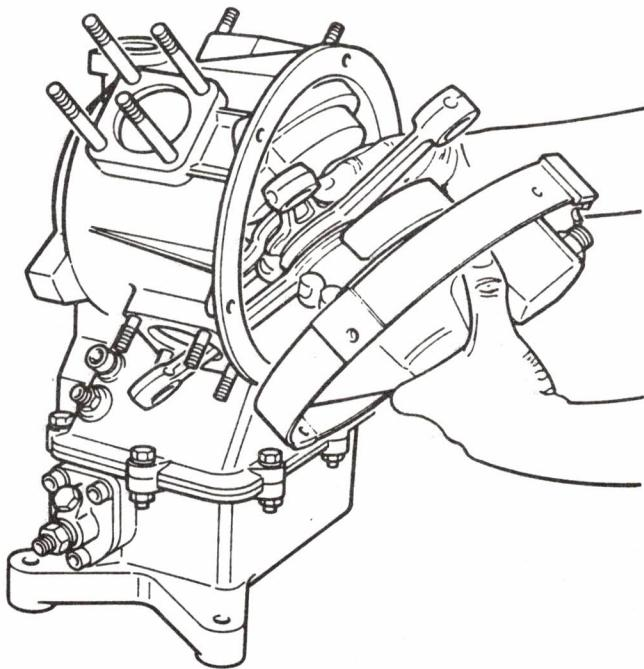

Bild 28 Triebwerk einbauen
- Triebwerk vorsichtig unter leichtem Kippen und Drehen in das Kurbelgehäuse einführen. Die Pleuel dabei so stellen, daß sie in die Richtung zu den zugehörigen Zylinderöffnungen zeigen (Bild 28).